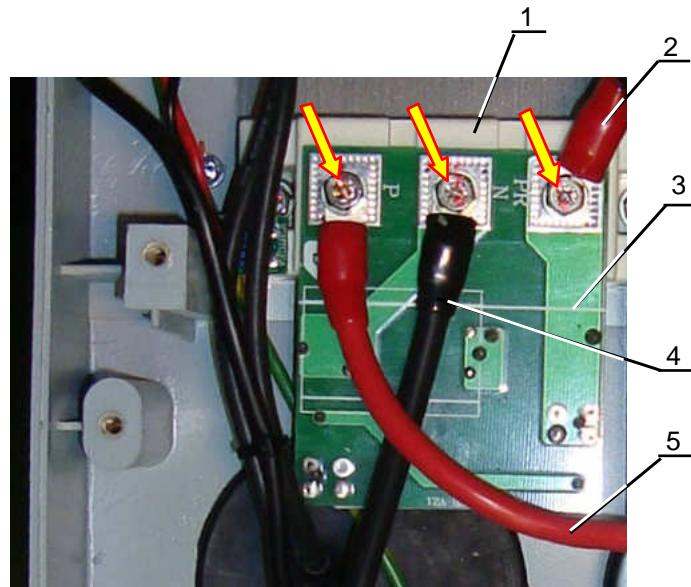

Рис. 7.14
7.7.8. Взять плату модуля динамического торможения (табл.4.1, поз.5; рис.7.14, поз.3), установить ее на модуль 1, совместив отверстия в плате с отверстиями силовых kontaktов модуля (рис.7.14).
7.7.9. Взять красный провод «PR» (табл.4.1, поз.21; рис.7.14, поз.2), прикрутить винтом M5x12 наконечник провода «PR» к контакту «PR» платы и к модулю (рис.7.14).
7.7.10. Взять черный провод «-» (табл.4.1, поз.21; рис.7.14, поз.4), прикрутить винтом M5x12 наконечник провода «-» к контакту «N» платы и к модулю (рис.7.14).
7.7.11. Взять красный провод «+» (табл.4.1, поз.21; рис.7.14, поз.5), прикрутить винтом M5x12 наконечник провода «+» к контакту «P» платы и к модулю (рис.7.14).